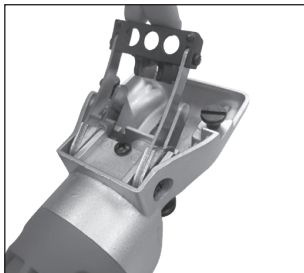

Fig. 6
3. För att byta bladfjädrarna lyfter du upp skärbladshållaren och tar bort skruvarna på bladfjädrarna (fig. 6).